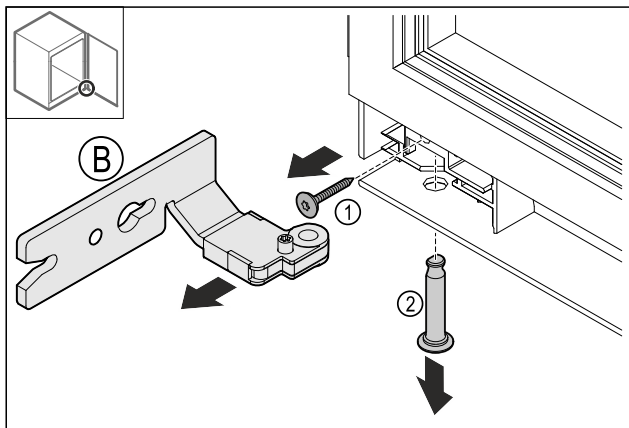

Fig. 16
- ▶ Odstraňte závěs Fig. 16 (B).
- ▶ Odstraňte šroub Fig. 16 (1).
- ▶ Odstraňte čep Fig. 16 (2).